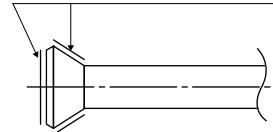

Рис. 7
- Перед присоединением нанесите эфирное или сложноэфирное синтетическое масло на участок около частей раструба. (См. рис. 7)**
- При присоединении гайки раструба покрывайте часть раструба (и внутри, и снаружи) эфирным или сложноэфирным синтетическим маслом, поверните гайку три или четыре раза вручную и затем затяните ее ключом. (См. рис. 7)